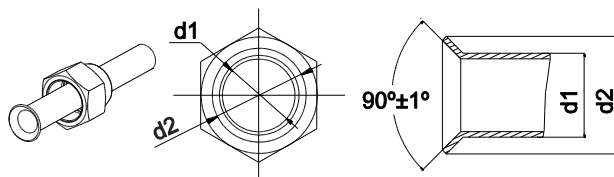

Fig. 9
- (1) Coupez le tuyau de raccordement à l'aide du coupe-tube et enlevez les bavures.
- (2) Tenez le tuyau coupé incliné vers se bas pour empêcher la limaille de pénétrer dans le tube.
- (3) Récupérez les écrous de raccord dans le sachet avec accessoires de l'unité intérieure fourni et sur la vanne d'arrêt de l'unité extérieure, introduisez les sur le tuyau et ensuite réalisez l'évasement des deux extrémités du tuyau à l'aide de la dudgeonnière.
- (4) Vérifiez que l'évasement réalisé soit régulier et qu'il n'y ait pas de fissures (voir la figure. 9)